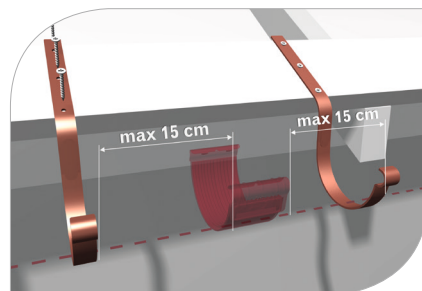

рис. 3
- 1.7 При наличии в системе воронок, соединителей и углов кронштейны следует монтировать максимум на расстоянии 15 см от указанных элементов (**рис. 3**)